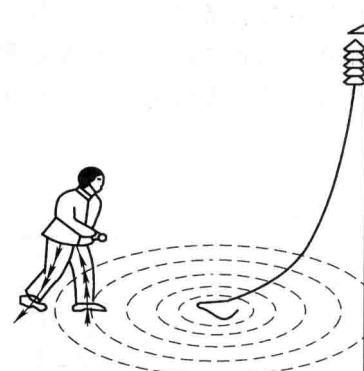

图 1-3 跨步电压触电
(3) 跨步电压触电 当带电体接地使电流流入地下时，地面上以带电体接地点为中心形成不同电位，距接地点越近，电位越高，人在接地点周围，其两脚之间的电位差就是跨步电压。由跨步电压引起的触电，称为跨步电压触电，如图 1-3 所示。线路电压越高，人距接地点越近，两脚之间的跨距越大，跨步电压就越大，触电危险性越高。